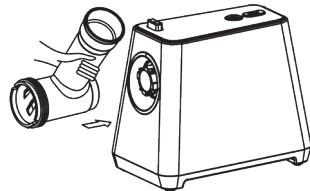

Рис.1
7.1.1 Удерживая кнопку фиксатора горловины, плотно вставьте горловину в гнездо для её установки, затем поверните горловину против часовой стрелки, как указано на рис. 1, до фиксации. Отпустите кнопку фиксатора, убедитесь в надежной фиксации горловины.